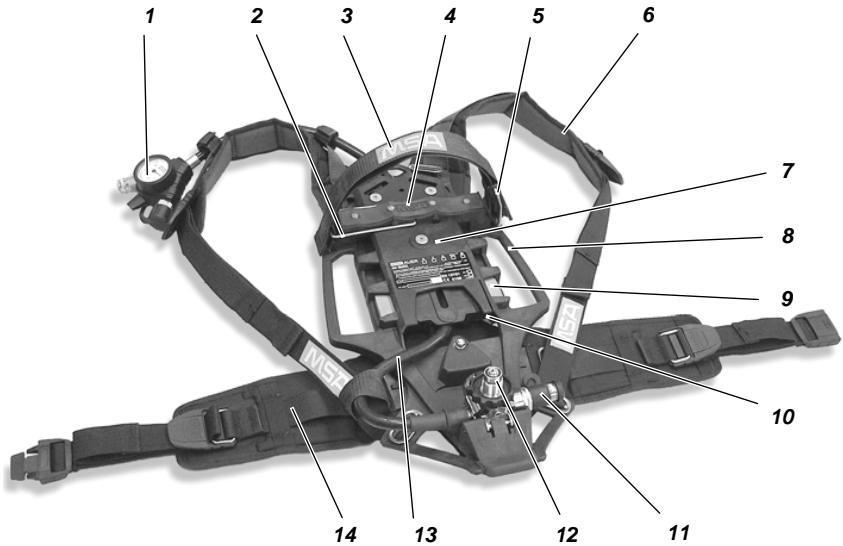

Fig. 1 AirMaxx SL trykflaskeapparat
- (1) Placér trykflaskeapparatet vandret, så bagsiden vender opad (se Fig. 1).
- (2) Hold flaskebøjlen (2) i vandret stilling foran spændelåsen (5), indtil den griber fat.
- (3) Kontrollér, at pakningen på reduktionsventilen (12) er i ordentlig stand.
- (1) Placér trykflaskeapparatet vandret med bagsiden opad (se Fig. 1).
- (2) Flaskebøjlen (2) klappes op og bringes i indgreb i lodret position.
- (3) Hvis der ikke er tilsluttet noget T-stykke til reduktionsventilen (12), skal man kontrollere pakningerne på såvel reduktionsventilen som T-stykket og skru T-stykket løst på.